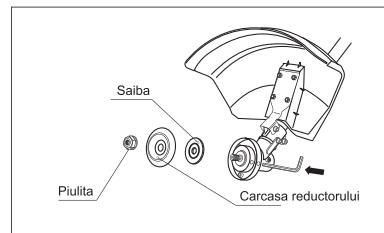

fig. 5
1. Aliniați orificiile din carcasa reductorului și șaiba pentru flanșă. Introduceți un șift metalic de blocare sau o cheie hexagonală din setul livrat în orificiile carcasei reductorului și șaibei pentru flanșă. Rotind piulița în sensul acelor de ceasornic, scoateți-o, scoateți și carcasa și șaiba de pe axul principal al reductorului (fig. 5).